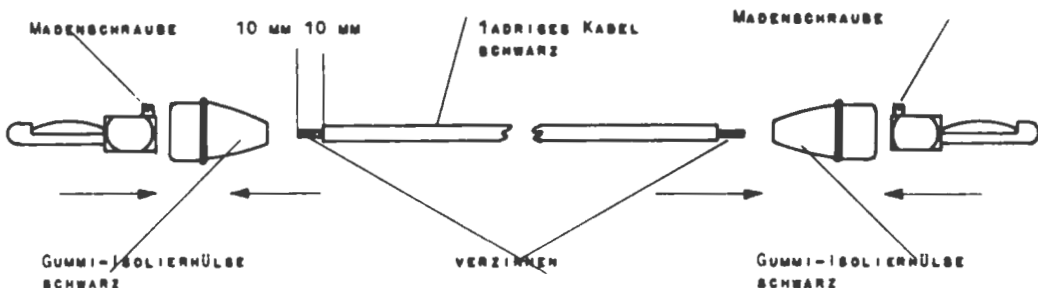

Abb. 16
Mit dem vorsichtigen Aufziehen der Gummiisolerierhülle auf den Steckerteil ist die Montage beendet. (Abb. 16)
- () Das Wechsellspannungs- und Widerstands-Prüfkabel besteht aus der roten Gummilitze mit dem roten Bananenstecker an der einen und der roten Prüfspitze an der anderen Seite. Die Anfertigung der Anschlüsse ist bereits beim allgemeinen Prüfkabel erklärt und in Abb. 16 und 17 nochmals gezeigt.